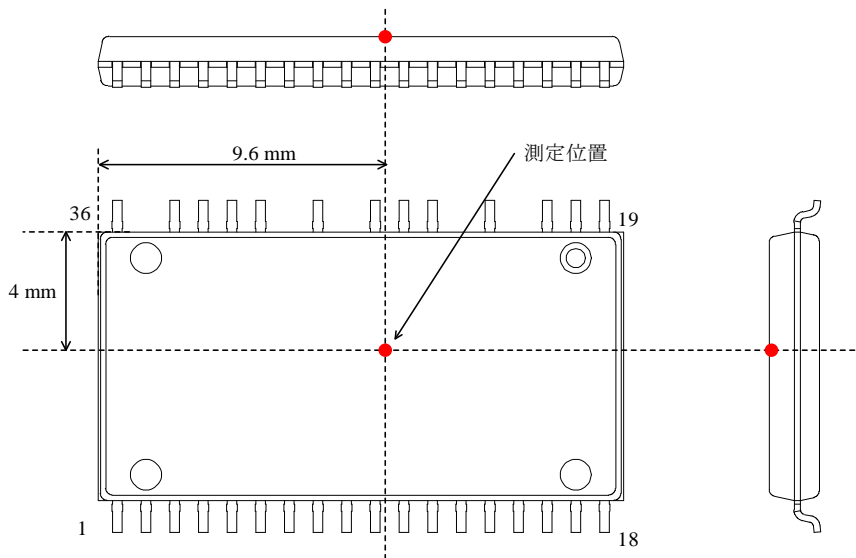

図 3-2 ケース温度測定位置
(1) ケース温度は図 3-2 で規定
(2) 基板実装時 (1.6 mm、銅箔 35 μm 、CEM-3、モールドなし、自然空冷)